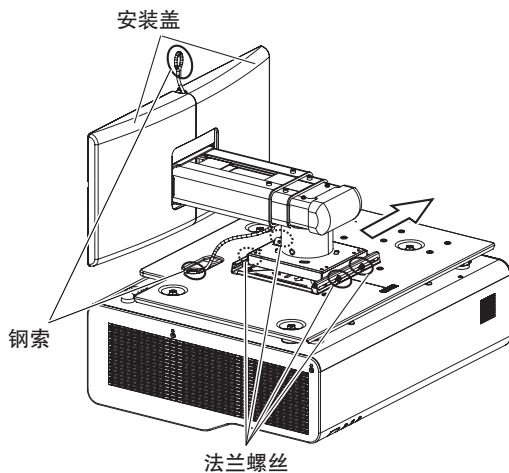

图 1
- 5) 向右滑动装有投影机的底座安装支架组件, 使之从墙装支架上移除。(图 1)